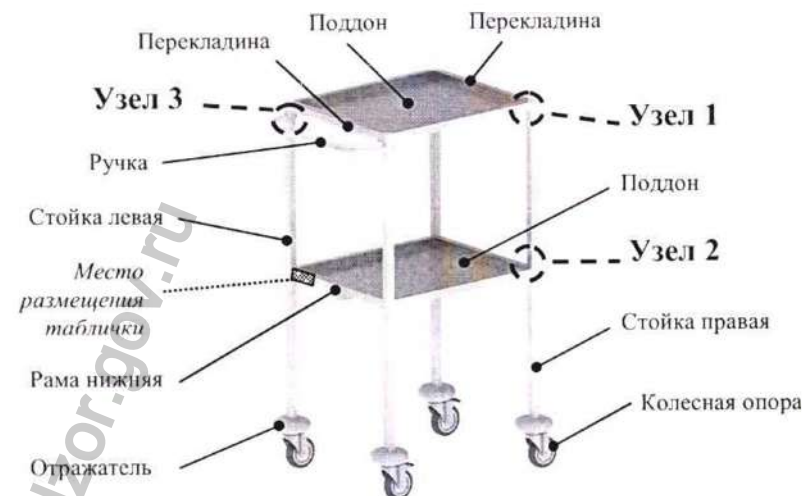

Рис.1
- 4.3. На раму нижнюю наклеить маркировочную табличку (наименование изделия, зав. №, год выпуска). Место установки маркировочной таблички указано на рис.1.
- 4.5. Установить две перекладины на верхние штыри стойки левой (Таблица 1, Узел 1, рис.1).
- 4.6. Установить раму нижнюю на нижние штыри стойки левой (Таблица 1, Узел 2, рис.1).
- 4.7. Установить стойку правую штырями в отверстия перекладин и рамы нижней. (Таблица 1, Узел 1 и 2, рис.1).
- 4.11. Установить в отверстия на стойках ручку, закрепив ее болтами М8х16, через шайбы ø8 (Таблица 1, Узел 3, рис.1).